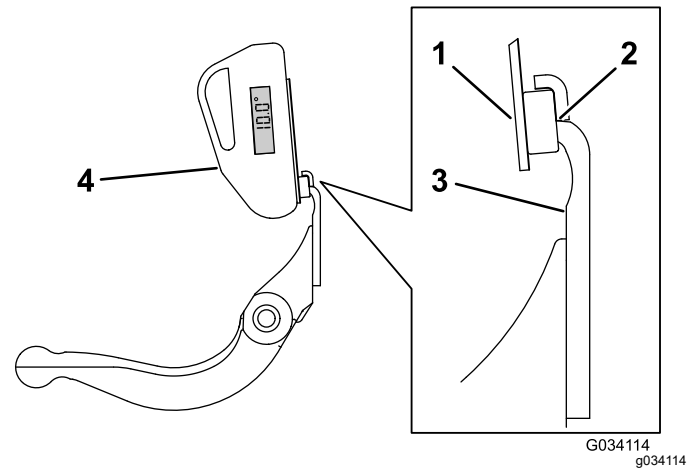

图 23
- 如 图 23 所示将角度指示器放置到底座上。
- 将角度指示器底座放在底刀边缘上以使磁体边缘与底刀边缘紧密配合 图 23。